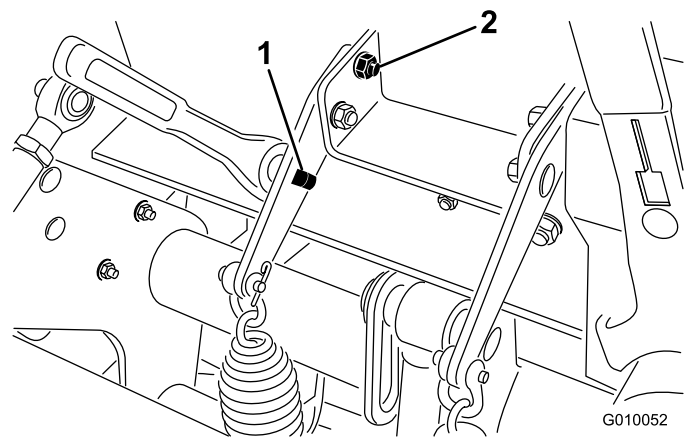

Figura 37
3. Insira uma lingueta de travação com 1/2 pol. ou uma alavanca no orifício quadrado na placa de molas (Figura 37).